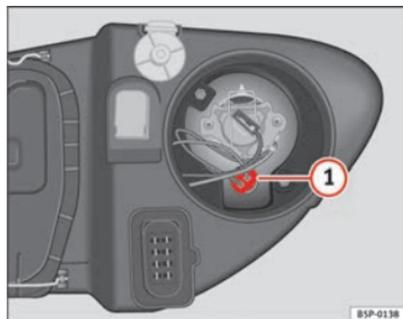

Fig. 184 Feux de position
- Retirez la douille d'ampoule => fig. 184 **1** vers l'extérieur.